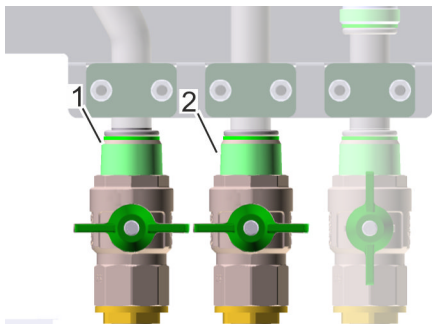

Abb. 62: Kugelhähne Frischwasser öffnen
- 10.** Um den Frischwasserkreislauf zu öffnen, Kugelhähne für die Warmwasserleitung (Abb. 62/1) und die Kaltwasserleitung (Abb. 62/2) öffnen.